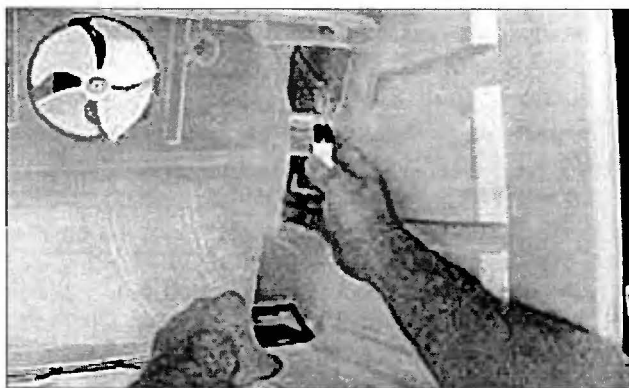

Рис. 8.12
- Снимают лампу, а затем заднюю панель (рис. 8.12).